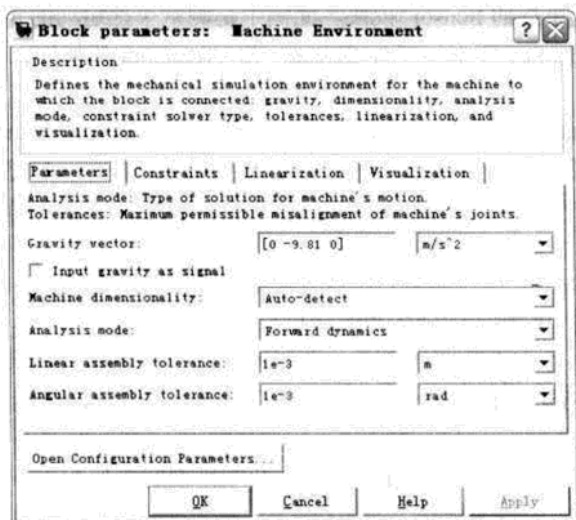

图 17.22 Machine Environment 模块参数对话框
- 打开 Machine Environment 模块参数对话框，如图 17.22 所示，对话框标签的功能如表 17.2 所示。
- (1) 新建一个 Simulink 模型窗口, 保存为 model17to03.mdl。
- (2) 从 SimMechanics 库中的 Bodies 模块库中拖放一个 Machine Environment 模块和 Ground 模块到模型窗口。
- (3) 打开 Ground 模块, 选中 Show Machine Environment port 选项。
- (4) 连接 Machine Environment 模块和 Ground 模块。
- (5) 打开 Machine Environment 参数对话框, 如图 17.22 所示。
- (6) 在参数对话框中, 设定 Angular assembly tolerance 为 $1e-3$ deg (degrees)。
- (7) 单击 OK 按钮, 关闭对话框。
- (8) 在 Simulink 菜单中, 选择 Simulation | Configuration Parameters 命令, 打开 Configuration 参数对话框, 选择其中的 SimMechanics 选项卡。
- (9) 为了能够观察到单摆初始静止状态, 选中 Update machine visualization on update diagram 复选框; 为能够在仿真过程中动画显示, 选中 Animate machine during simulation check 复选框。
- (10) 单击 OK 按钮。